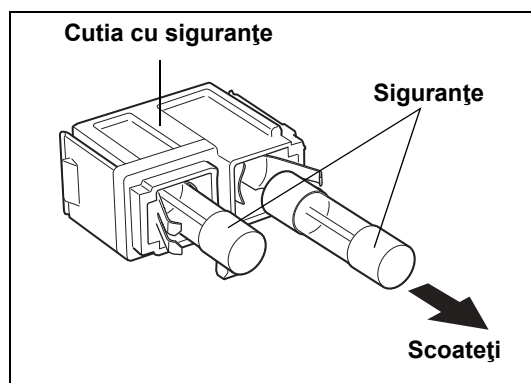

Figura 6.6
- 5 Inspectați siguranțele și îndepărtați și înlocuiți orice siguranță arsă cu o siguranță de schimb furnizată. (Consultați Figura 6.6.)**